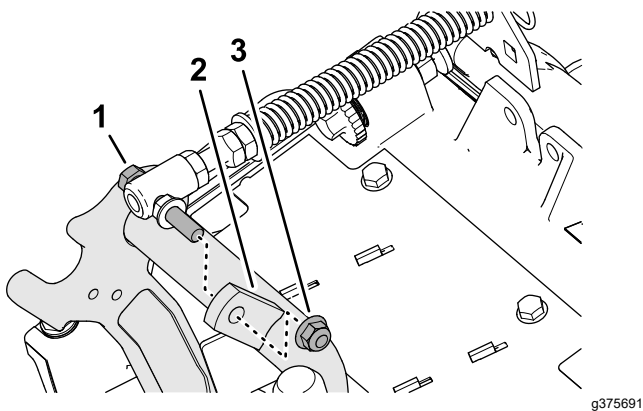

Figura 12
3. Retire la contratuerca con arandela prensada ($\frac{3}{8}$ ") que fija el tornillo del muelle de compensación del césped a la pestaña derecha del bastidor de tiro, y retire el muelle de compensación de la unidad de corte (Figura 12).